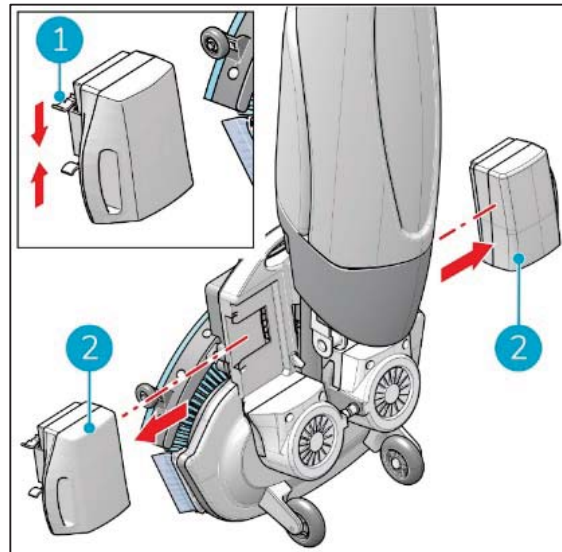

Figure 23
3. Retirez chaque bloc-batterie (Figure 23, pos 2) tout en pressant les deux broches en plastique vers l'intérieur (Figure 23, pos 1).